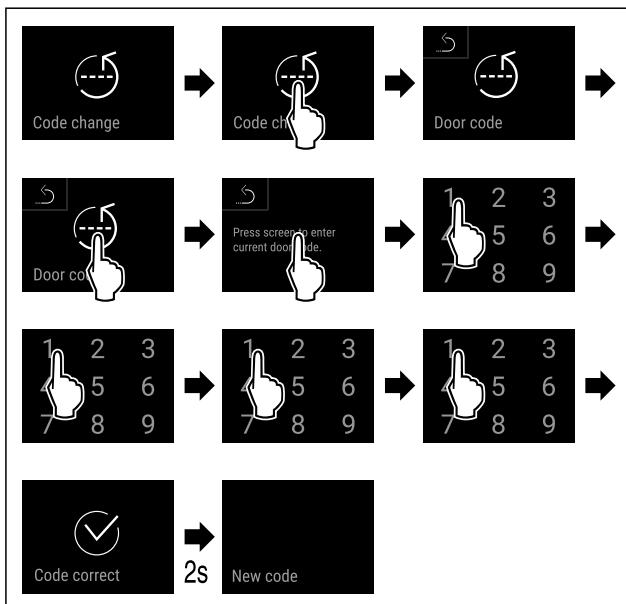

Fig. 91
- Seguir los pasos de procedimiento (consulte Fig. 91).